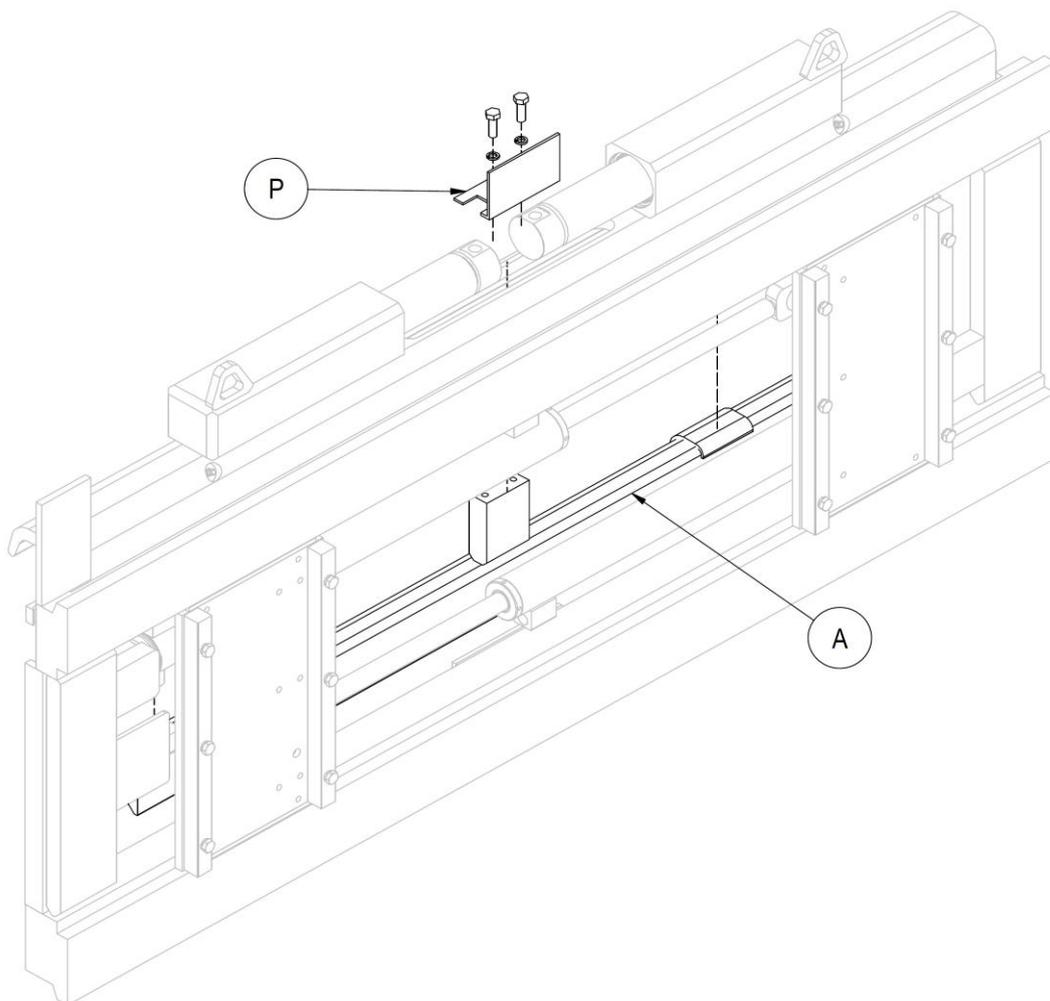

Figure 21
3. Extraire le double crochet (A) après avoir retiré la « tôle pliée de protection » (P) avec ses vis.
7. Se référer à la Figure 21.